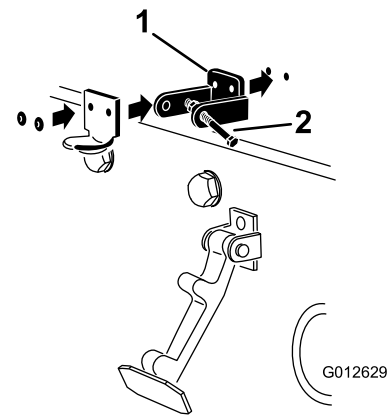

Figura 6
6. Aplique rebites nos suportes e nas anilhas ao capot (Figura 6).